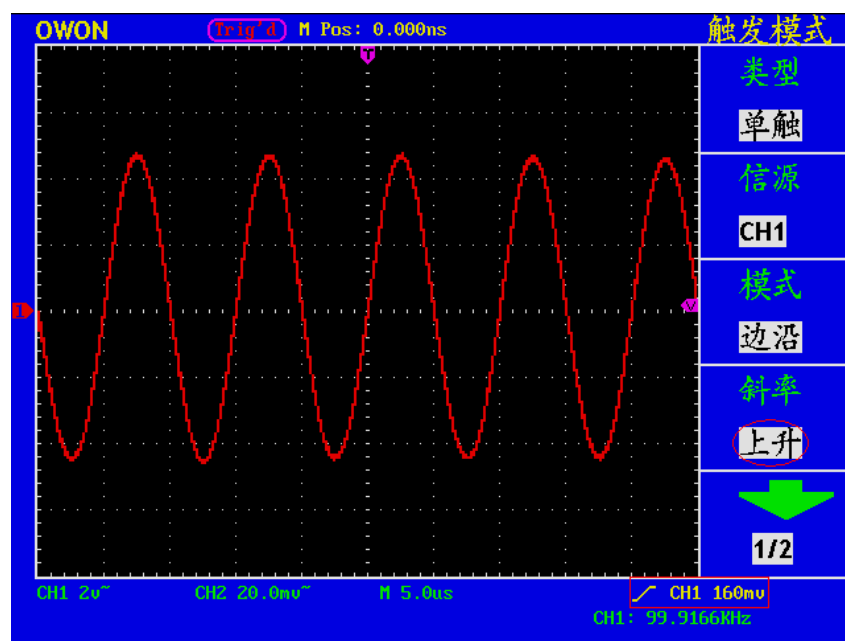

图 45： 上升沿触发波形（第一页）
- 5、按 **F4** 菜单选择按键，选择斜率为**上升**。屏幕显示见图45。